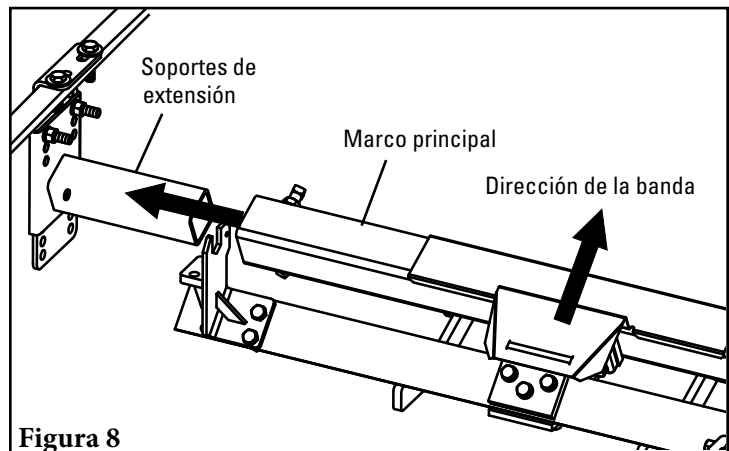

Figura 8
8. **Deslice el extremo del marco principal** en el soporte de extensión ensamblado en el Paso 7 (Figura 8).